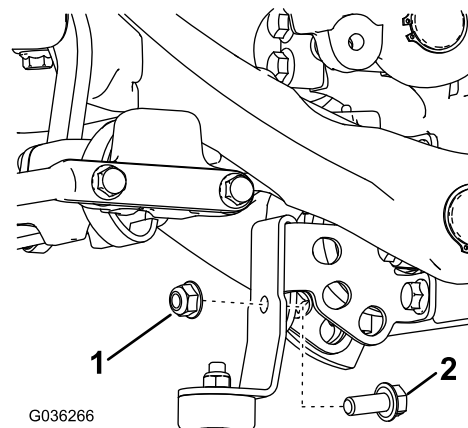

Figura 2
2. Coloque la pletina del tope sobre el soporte del montaje de equilibrio del brazo de suspensión y sujétela con un perno (5/16) y una tuerca con arandela prensada (Figura 2).